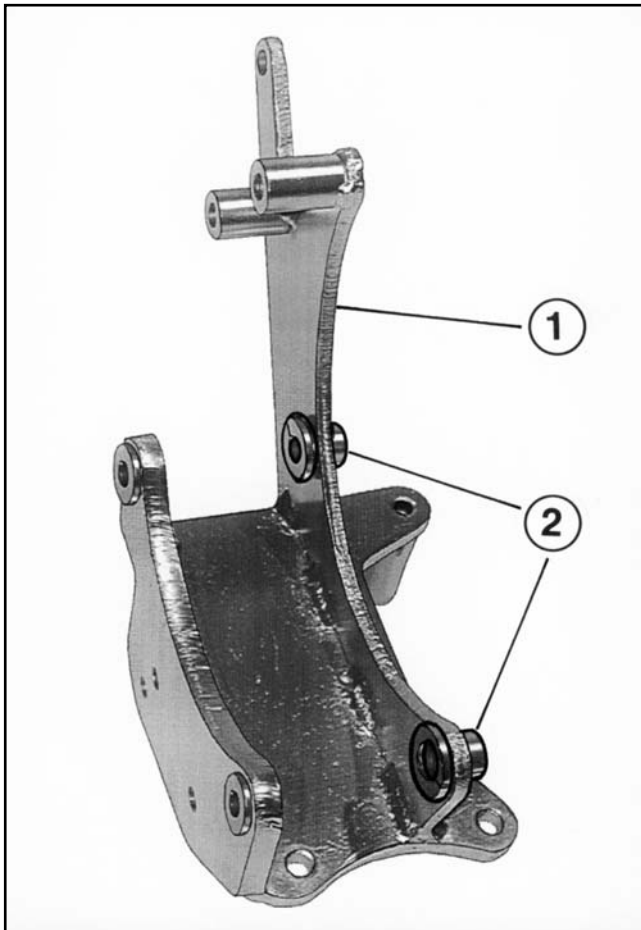

FIG. 4
- I** Fissare la staffa «5» di supporto pompa idroguida in corrispondenza del foro «i», del blocco motore, indicato in fig. 4. Montare la pompa idroguida «l» fissandola alla piastra «1» ed alla staffa «4», interponendo tra pompa e piastra la staffa «5».
- F** Fixer l'étrier «5» support pompe de direction assistée aux trous « i », du bloc moteur, indiqué fig.4. Poser la pompe de direction assistée «l» et la fixer à la plaque «1» et à l'étrier «4», en interposant l'étrier «5» entre la pompe de direction assistée et la plaque.
- GB** Secure the alternator-hydraulic power steering pump support bracket «5» to holes «i» in the engine block indicated in fig. 4. Install the hydraulic power steering pump «l» and secure it to plate «1» and to bracket «4» inserting bracket «5» between the pump and the plate.
- D** Halterungsbügel «5» der Servolenkungspumpe an Bohrung «i» des Motorblocks-siehe Abb. 4 festschrauben Servolenkungspumpe «l» einbauen und an Träger «1» und an Bügel «4» unter Zwischenlegung des Bügels «5» zwischen Pumpe und Träger einbauen.
- E** Fijar la abrazadera «5» de soporte borna servodirección en correspondencia con el orificio «i» del grupo motor, indicado en fig.4. Montar la borna servodirección «l» fijandola a la placa «1» y a la abrazadera «4», interponiendo la abrazadera «5» entre la borna y la placa.